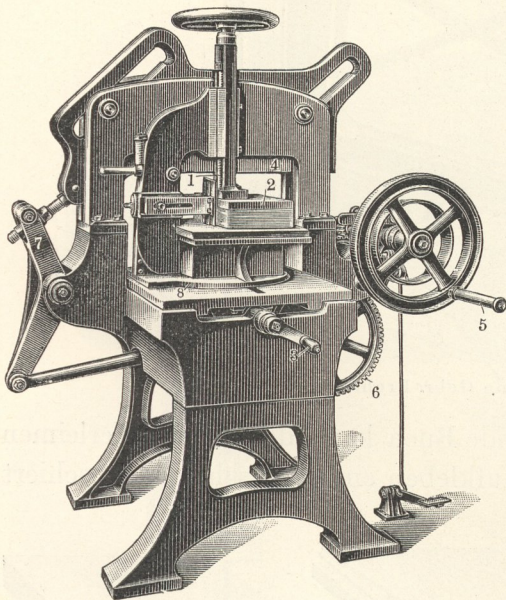

Fig. 745. Dreiseitige Beschneidemaschine.
1. *Radschneidemaschinen*, bei denen ein gerades Messer schräg zum Papierstoß durch ein Rädervorgelege nebst Schwungrad bewegt wird; 2. *Hebelschneidemaschinen*, bei denen zum Niedertreiben des Messers eine Hebelübersetzung dient, und 3. *dreiseitige Beschneidemaschinen* (Fig. 745). Letztere werden in folgender Weise bedient: Die Beschneidformen 2 werden in der genauen Größe der zu beschneidenden Bücher gewählt, die zwischen diesen Platten eingepreßt werden. Letztere werden an die Schraubenspindel 1 angeschraubt. Die Beschneidform wird mittels eines Handrades oder einer Kurbel 3 an das Messer 4 geschoben und der erste Schnitt vollführt, wozu die Kurbel 5, Räderübersetzung 6 und der Winkelhebel 7 bewegt werden.